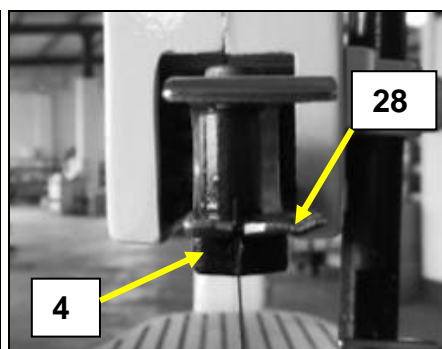
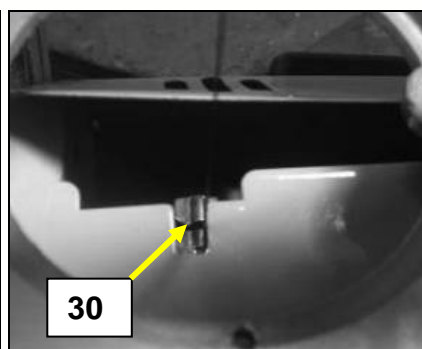

Fig 28
Fig 29
- Relâchez la tension de la lame en relevant le levier (22).
- Appuyez sur le bout du bras supérieur (4), dégagez la lame de ses supports supérieur (28) et inférieur (30), puis retirez la lame (Voir Fig 28 & Fig 29).